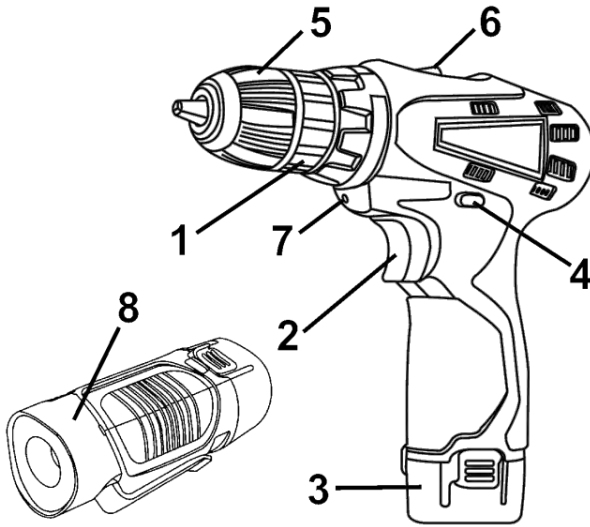

Рисунок 1
5.1.3 Встановіть необхідний крутий момент за допомогою кільця регулятора моменту затягування (1) (див. рисунок 1).
5.3 Для включення виробу натисніть на клавішу вимикача (2) (рисунок 1). Для відключення виробу слід клавішу відпустити. Регулювання швидкості обертання патрону здійснюється ступенем натискання на клавішу вимикача.